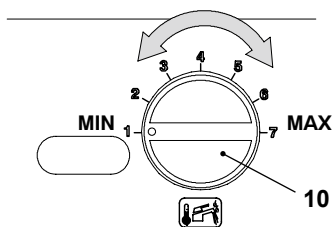

Fig. 9.14
- Ruotare la manopola regolazione temperatura sanitari 10 in Fig. 9.14 al minimo, sul display LCD compare la seguente visualizzazione (la sequenza **P09** si alterna a **01**).